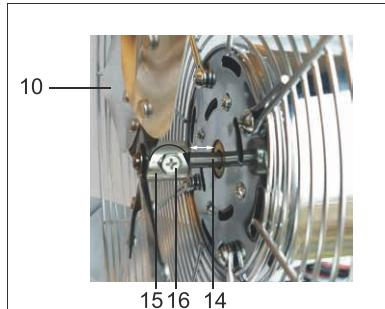

Fig.63: Montering af rotoren
15. Løsn krydkærvskruen (16) på rotorens (10) afstandsholder (15) ved at dreje den med uret, indtil der opstår en god gennemgående åbning.
16. Skub rotoren (9) med afstandsholderen fremad på motorakslen (14). Rotoren må ikke hvile med afstandsholderen direkte på motorblokken. Se fig. 63.